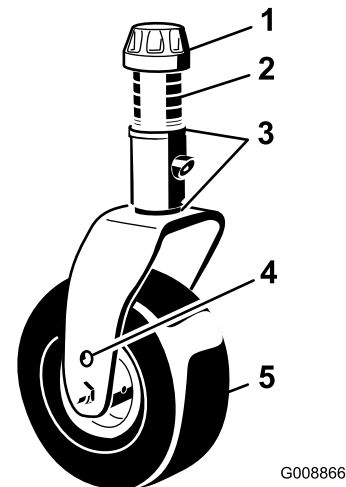
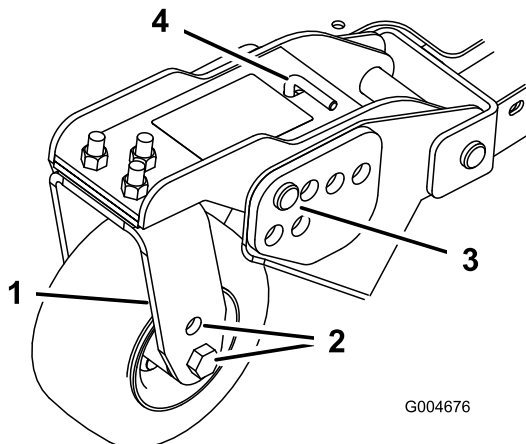
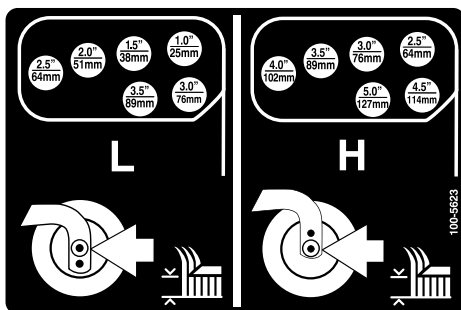

Figure 18
Figure 20
Figure 21
- Placez les essieux des roues pivotantes dans les mêmes trous sur toutes les fourches (Figure 18 et Figure 20).
- Enlevez le chapeau de tension de l'axe de pivot et sortez l'axe du bras pivotant (Figure 18).
5. Enlevez la goupille fendue et les axes de chape des bras pivotants (Figure 20).
6. Tournez la tige de tension pour élever ou abaisser le bras pivotant jusqu'à ce que les trous soient en face de ceux du support de hauteur de coupe sélectionnés dans le cadre du plateau de coupe (Figure 20 et Figure 21).